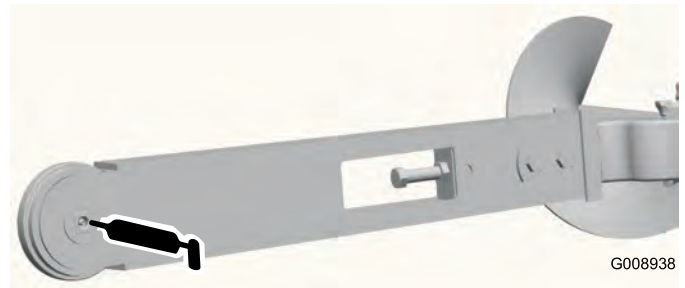
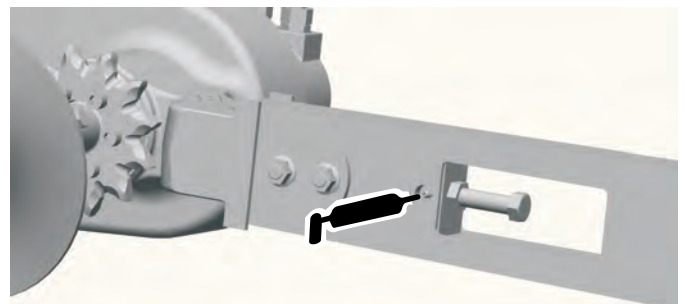

Figura 8
Figura 9
Engrase los 2 acoplamientos mostrados en Figura 8 y Figura 9, cada día e inmediatamente después de cada lavado.
11. Deslice el nuevo piñón sobre el eje, según muestra la Figura 8.